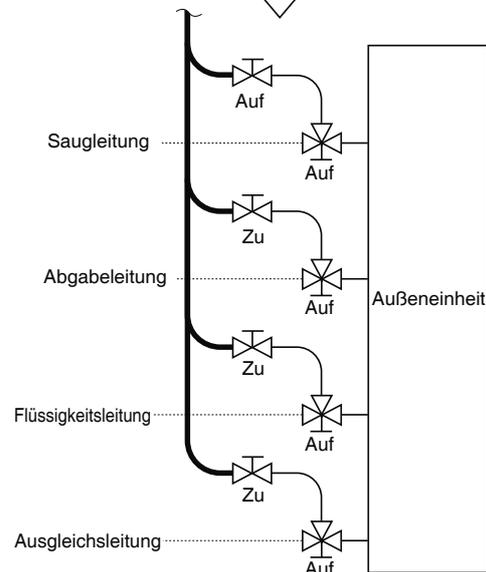

Abb. 6-6
- Wenn die zusätzliche Kältemittelmenge nicht auf einmal eingefüllt werden kann, muss das restliche Kältemittel in flüssiger Form am Wartungsventil der Saugleitung eingefüllt werden, wobei sich während des Probelaufs das System im Kühlmodus befinden muss. (Abb. 6-6)